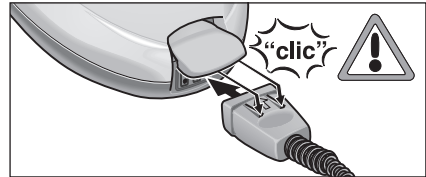

Abb. 1: Einstecken des Blocksteckers
- Stecken Sie den Blockstecker (C7) fest in die Gerätesteckdose (A1). Dabei müssen die beiden Nasen des Blocksteckers am Deckel der Gerätesteckdose einrasten (siehe Abb. 1).